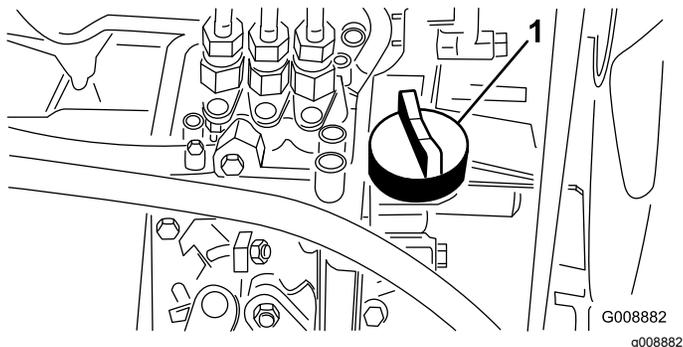

Figura 29
- Se o nível do óleo for baixo, retire a tampa de enchimento (Figura 29) e adicione gradualmente pequenas quantidades de óleo, verificando constantemente o nível, até que este alcance a marca Cheio na vareta.